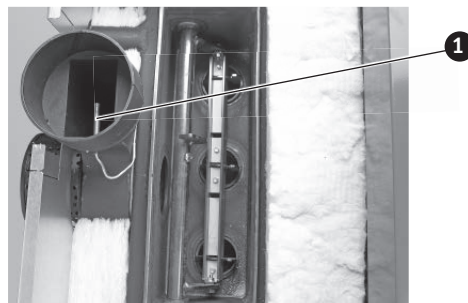

Fig. 39 Nettoyer les surfaces d'échange supérieures
- ▶ Désolidariser les raccords filetés au niveau du couvercle de nettoyage et retirer le couvercle. Nettoyer complètement les parties supérieures de la surface d'échange – Fig. 39.